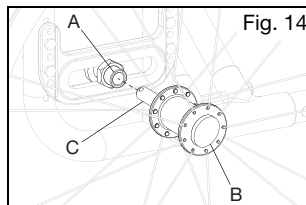

Fig. 14
- Presione el botón de liberación rápida (Fig. 14:B) en el eje (Fig. 14:C) para permitir que las bolillas bloqueadoras se retraigan. Preste atención a la diferencia entre las posiciones sobresalida y contraída del botón de liberación del eje, y cómo influye sobre las bolillas bloqueadoras en el otro extremo del eje.
- Presione nuevamente el botón de liberación rápida y deslice el eje dentro del manguito del eje (Fig. 14:A).